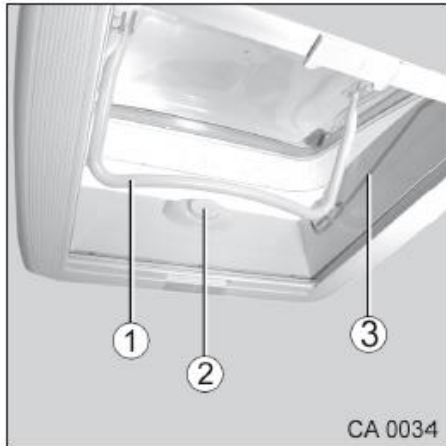

Fig. 55 Lanterneau
1. Appuyer sur le bouton-poussoir (Fig. 55/2) et tirer simultanément l'étrier (Fig. 55/1) vers le bas dans la rainure de guidage (Fig. 55/3) en passant devant le bouton-poussoir (Fig. 55/2).
2. Ouvrir le lanterneau. Pour ce faire, pousser l'étrier (Fig. 55/1) vers le haut dans l'un des trois blocages d'ouverture.
1. Fermer le lanterneau. Pour cela, tirer l'étrier (Fig. 55/1) vers le bas.
2. Bloquer l'étrier (Fig. 55/1) avec le bouton-poussoir (Fig. 55/2).